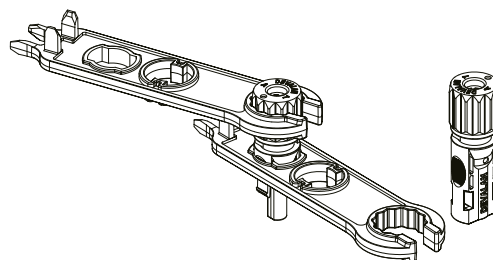

Figura 5.5 Conector com Porca Aparafusada
- c. Insira o pino de contato na parte superior do conector e aperte porca da capa na parte superior do conector. (como mostrado na figura 5.5).